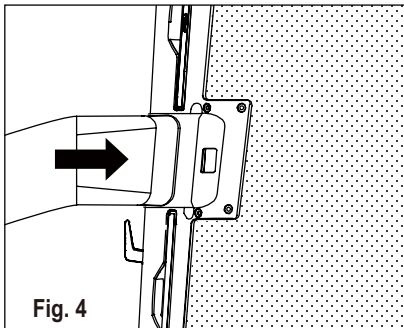

Fig. 4
2. Skjut in adaptorn A i hålet på enheten som visas på fig. 4.